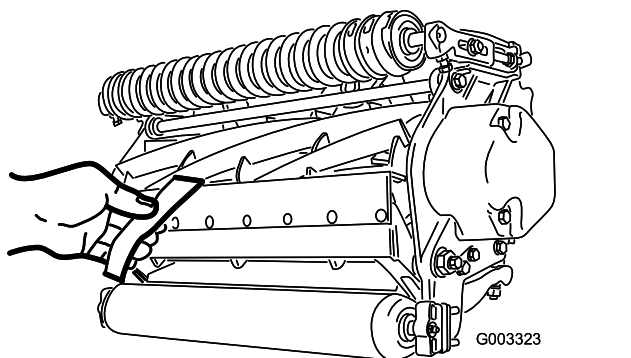

Рисунок 8
- Вставьте длинную полоску специальной бумаги для проверки качества среза (№ 125-5610 по каталогу Toro) между барабаном и неподвижным ножом перпендикулярно неподвижному ножу (Рисунок 8), затем **медленно** вращайте барабан вперед; при этом нож должен разрезать бумагу; в ином случае поверните каждый регулировочный винт неподвижного ножа по часовой стрелке на один щелчок и повторяйте действия, описанные в этом пункте, до тех пор, пока нож не будет разрезать бумагу.